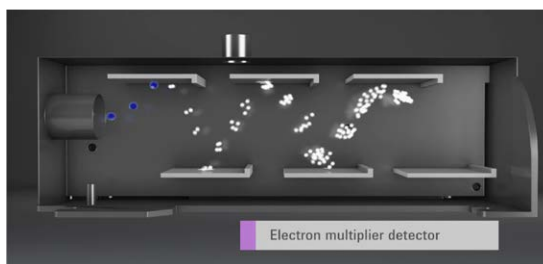

图 1. 电子倍增检测器，展示了导致生成脉冲计数信号的电子级联效应
大多数 ICP-MS 仪器使用电子倍增 (EM) 检测器测量离子信号。EM 由一系列带电极板或“打拿极”组成。撞击第一个打拿极的每个离子都会释放出多个电子，这些电子接着撞击第二个打拿极，然后释放出更多电子，并重复上述过程。随着电子级联通过一系列打拿极，信号大大“倍增”，直到计数电子设备能够记录离子数量。该过程如图 1 所示。